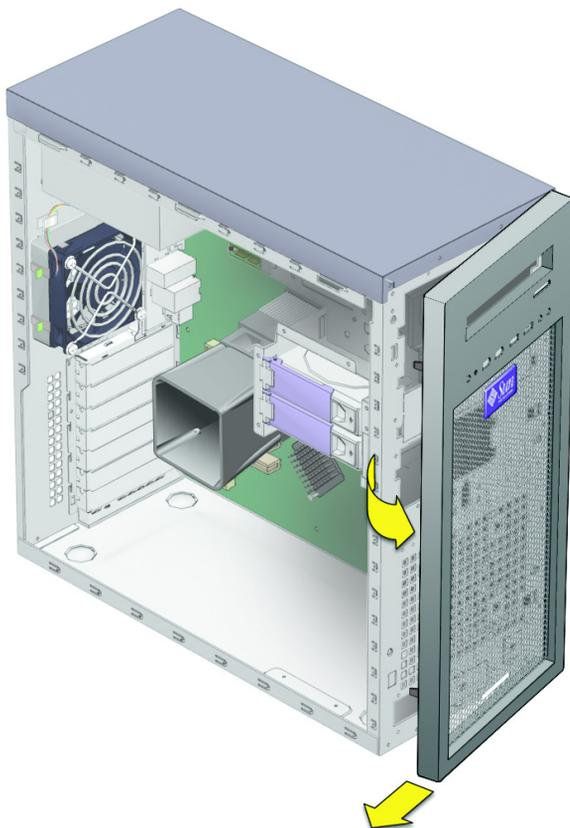

РИС. 4-3 Снятие накладки
- б. Слегка сместите накладку влево, выводя её из зацепления с передними правыми крючками на корпусе и самим корпусом (см. РИС. 4-3).**